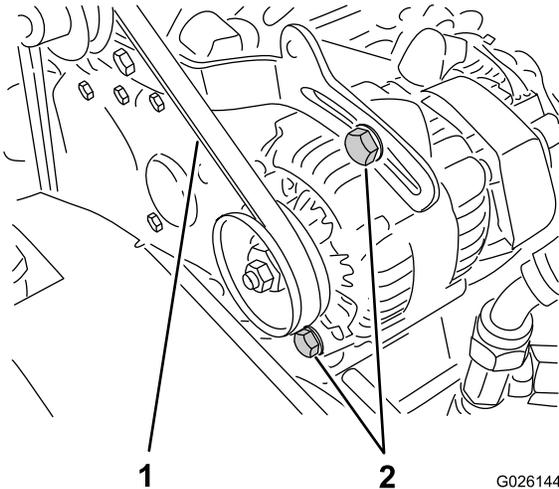

図 66
2. クランクシャフトとオルタネータのプーリ間の中央でベルトを指で押してベルトの張りを点検する。押す力は10 kg程度(図 66)。
A. オルタネータの取り付けボルト2本をゆるめる(図 66)。
- B. エンジンとオルタネータの間にボールを入れて適当な張りに調整し、取り付けボルトを締め付ける(図 66)。